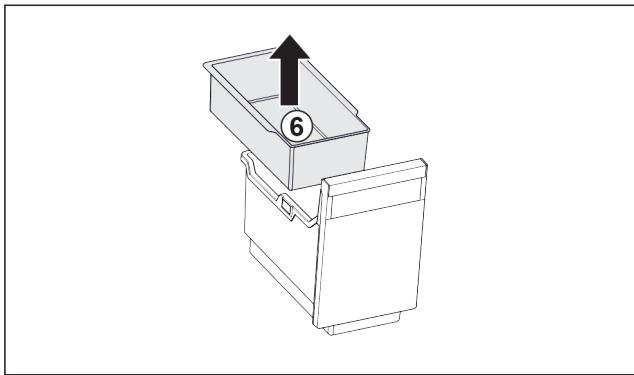

Fig. 102
- ▶ Vyjměte závěsnou misku Fig. 102 (6).